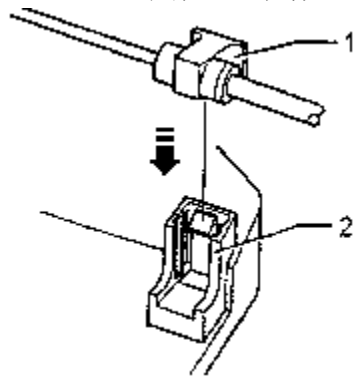

图 13-24 除霜器活门拉索的安装标记
- ②如图 13-24 所示，将脚部空间除霜器活门拉索或者中央活门 1 的拉索压到定位器 2 上面，直到卡紧为止。脚部空间/除霜器活门拉索的标记为白色。中央活门拉索的标记为黑色。